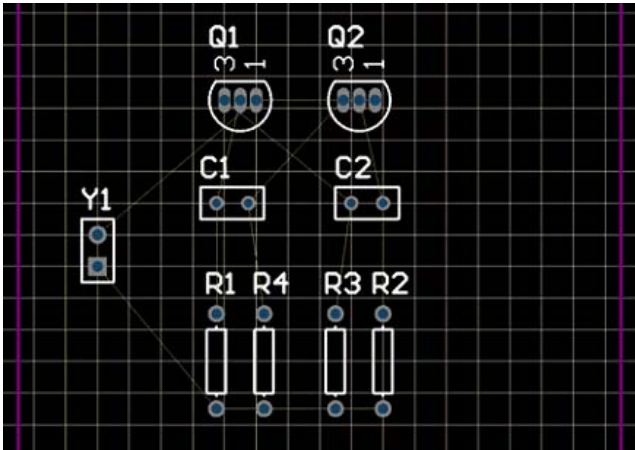

图6-23 元器件放置在板上
- 3. 向着板的左边放置封装（确保整个元器件保持在板的边界内），如图6-23。
- 5. 以图6-23为范例，重新摆放其余元器件。当用户拖动元器件的时候可用**空格键**进行必要的旋转（每次向逆时针方向转90°），使连接线如图6-5所示。不要忘记，当用户在摆放每一个元器件的时候要重新优化飞线。